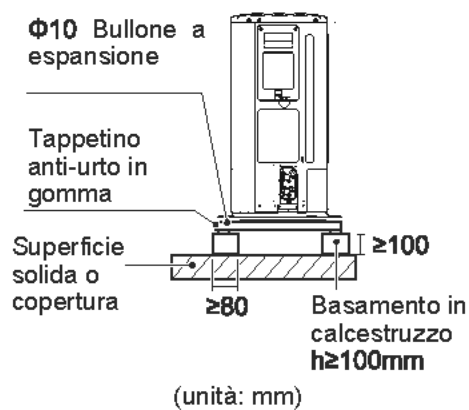

Fig: 6-3
- Se l'acqua non defluisce facilmente dall'unità, montare l'unità su una fondazione di blocchi di cemento, ecc. (l'altezza della fondazione dovrebbe essere indicativamente di 100 mm (in Fig: 6-3).